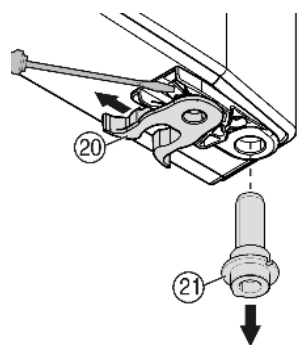

Fig. 9
- ▶ Pružinovú zvierku Fig. 9 (20) premiestnite: Zaisťovací jazýček potlačte nadol, ponad ňu stiahnite pružinovú zvierku.
- ▶ Ložiskový čap Fig. 9 (21) vytiahnite z puzdra dverí a spolu s podložkou nasad'te na opačnej strane. Zaisťovací jazýček musí smerovať na vnútornú stranu dverí, drážka na vonkajšiu stranu.
- ▶ Dvere dolu zasun'te a ložiskový čap Fig. 9 (21) nasad'te do ložiskovej konzoly. Prípadne ložiskový čap potočte tak, aby mohol zaklapnúť.